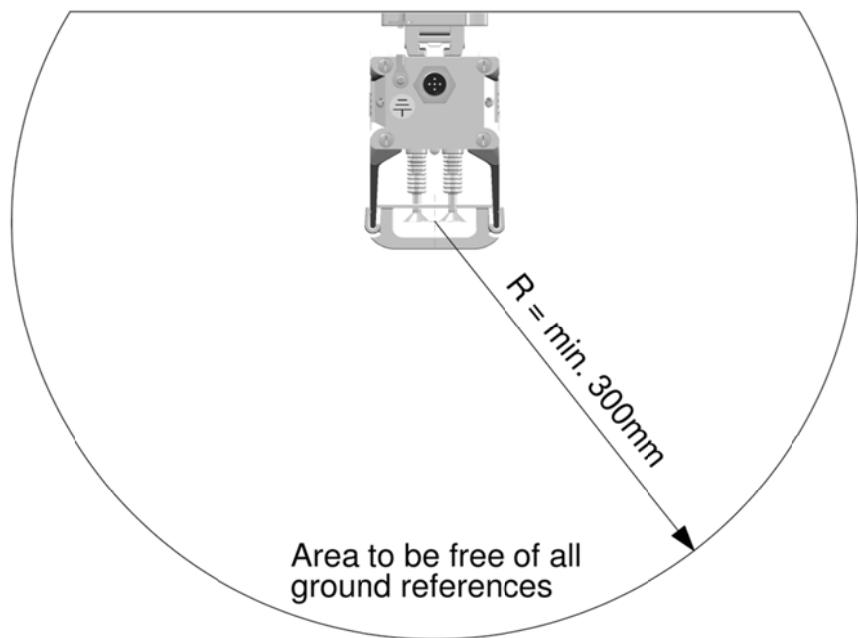

Abbildung 6
- Siehe Abbildung 6 für die Mindestabstände.